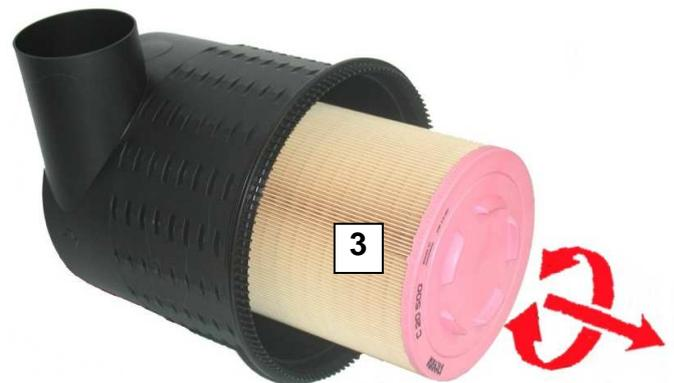

Bild 5 Hauptfilterelement entnehmen
- Hauptelement (3) unter leichten Drehbewegungen vollständig vom inneren Stützrohr herunterziehen (siehe Bild 5).